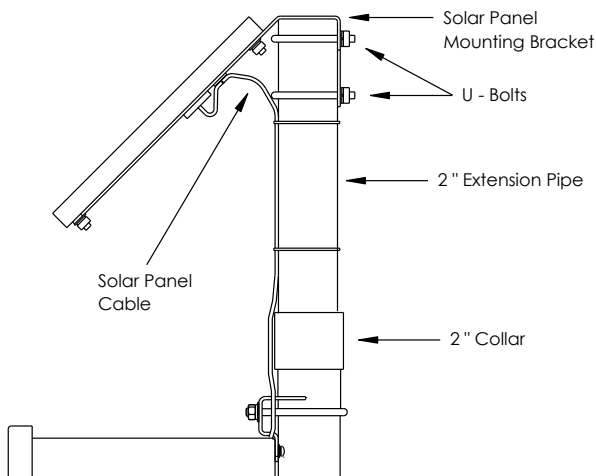

Fig. 10: Montagem em painel solar
1. Prenda o colar do tubo de 2 polegadas e a extensão do tubo na extremidade superior do tubo de montagem da UEO ou instale o tubo de montagem (Fig. 10).